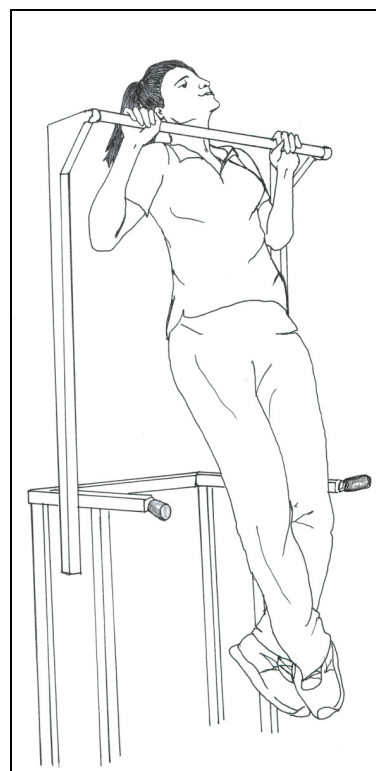

figura 8: Trazione con mento oltre la sbarra
- effettuare esecuzioni complete, portando il mento oltre la sbarra (**figura 8**);